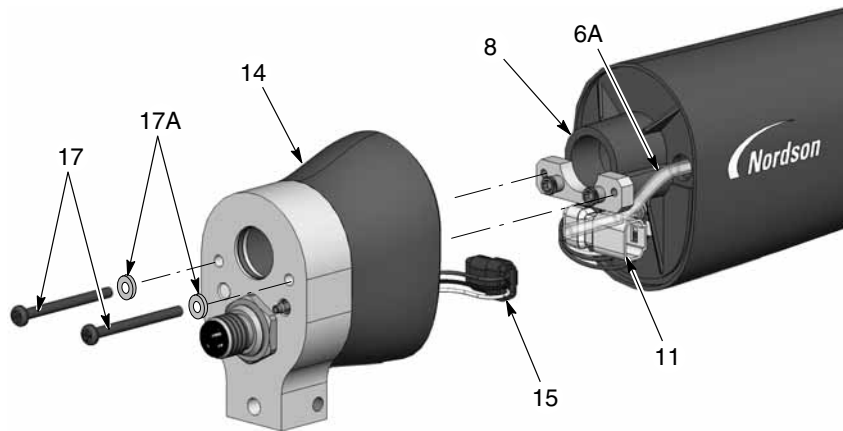
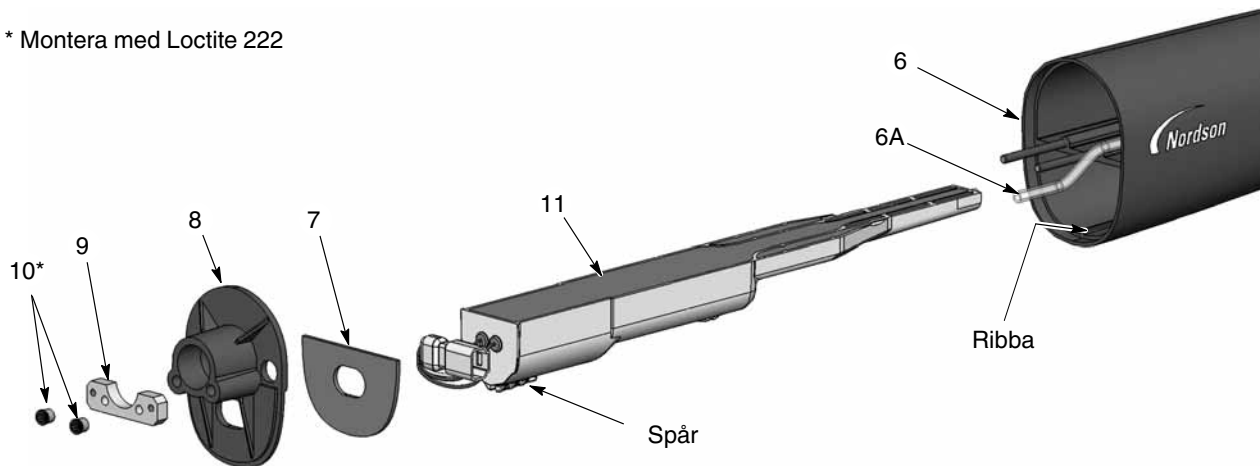

Bild 21 Demontering av stångmonterad pistol 1 av 3
Bild 22 Demontering av stångmonterad pistol 2 av 3
4. Se bild 22. Med en 1/8-tums insexnyckel, lossar man de två Allenmuttrarna (10) och fästplattan (9) från mellanväggen (8). Tag därefter av mellanväggen från pistolkroppen (6), genom att dra spänningsaggregatets kontakt del genom väggen.
5. Skjut ut spänningsaggregatet (11) ur pistolkroppen.
7. Packningen (7) är fäst vid mellanväggen med ett kontaktlim. Om packningen är skadad, byt ut den mot en ny.
1. Se bild 22. Sätt i spänningsaggregatet (11) i pistolkroppen (6) och kontrollera att pistolkroppens ribba passar in i spåret i spänningsaggregatet. Tryck in spänningsaggregatet ordentligt i pistolkroppen.
2. Drag spänningsaggregatets kontaktdel genom mellanväggen (8), sätt därefter mellanväggen på plats och skruva fast fästplattan (9) på pistolkroppens klackar. Stryk på Loctite 222 på Allenmuttrarna (10), skruva därefter fast dem på klackarna och drag åt dem med momentet 0.45 N•m (64 inch-ounces) med en 1/8-in. insexnyckel.
3. Se bild 21. Anslut kontaktdelen (15) till spänningsaggregatets kontaktdel (11). Pressa in kontaktdelarna (11, 15) i pistolkroppens bakre del i det läge som visas.
4. Anslut filterdelsröret (6A) till den hullingförsedda anslutningen på den bakre delen av pistolkroppens insida (14). Drag in extra transparent luftslang i pistolkroppen, sätt därefter på den bakre delen av kroppen på mellanväggen med skruvarna (17) och låsbrickorna (17A).